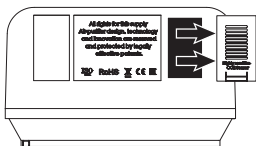

Рис. 22.
2. Извлеките крышку отсека для датчика CO₂ (рис. 22).